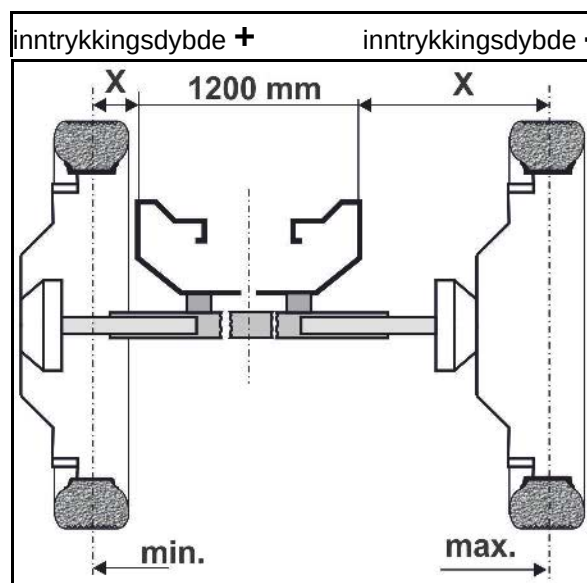

Fig. 119
5. skyv inn/ut akselhalvdelen i ønsket posisjon. Mål lengden "x" fra utsiden av grunnrammen (Fig. 119/1) til midten av sprøytehjulet og skyv inn/ut akselhalvdelen tilsvarende.